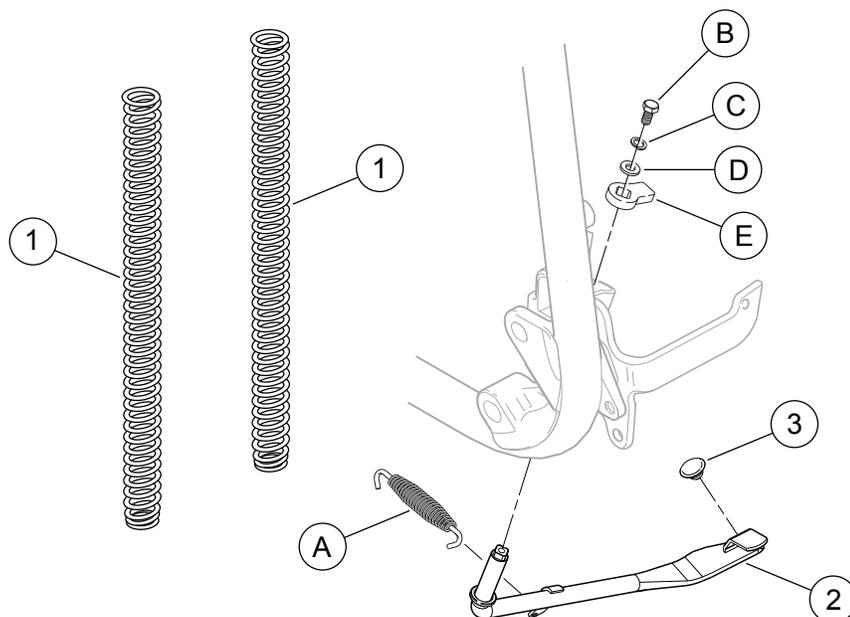

Figure 3. Pièces de rechange : Suspension avant Profile bas FL Softail
Voir Figure 3 et Tableau 1.
2. Voir Figure 3. Détacher le ressort de bras de la béquille latérale (A) du véhicule. Retirer le boulon hexagonal (B), la rondelle-frein (C), la rondelle plate (D) et la butée de bras (E) de l'extrémité filetée du bras de la béquille latérale. Jeter le bras de la béquille latérale mais conserver les autres composants.